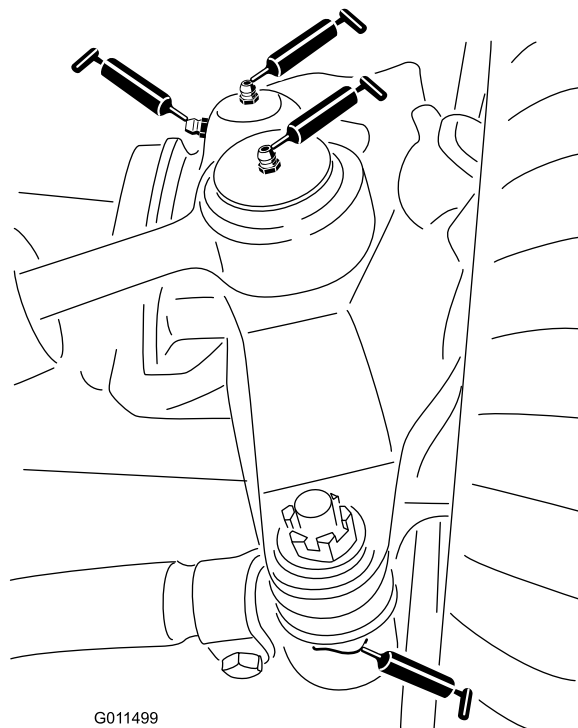

Figura 60
- Rótulas de los cilindros de dirección (2) (Figura 60)
- Rótulas de las barras de acoplamiento (2) (Figura 60)
- Casquillos de los pivotes de dirección (2) (Figura 60).